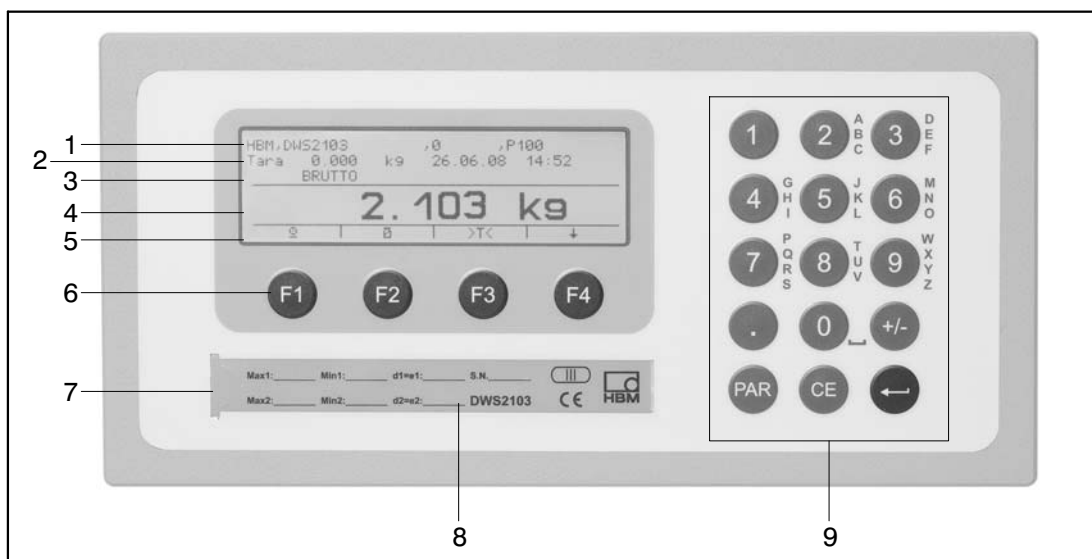

Fig. 6.1: Pannello frontale del DWS2103
- Pulsante nascosto per accedere al menu di taratura (vedere Fig. 6.1)